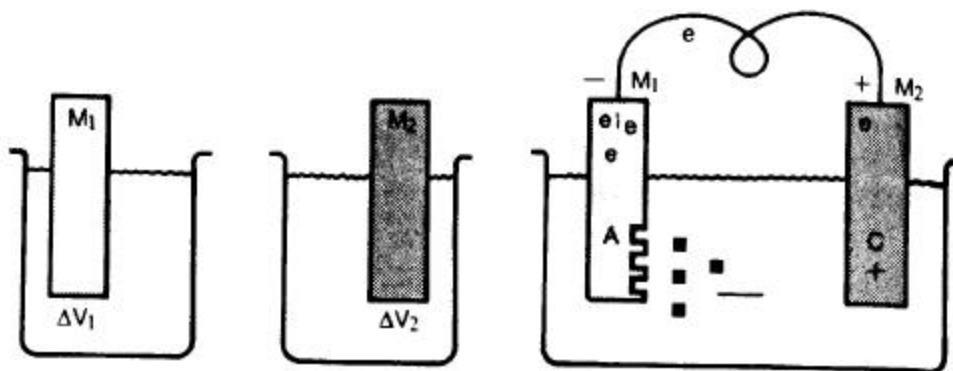

Fig. 2.101 - Pile galvanique produite par deux métaux reliés électriquement, en contact avec un électrolyte.
- Dans le cas d'un **couplage de deux matériaux en contact avec un même électrolyte**, il est important de connaître les potentiels que prennent les métaux, par rapport à une solution donnée, de façon à savoir quel est celui qui constitue la **cathode** et quel est celui qui est l'**anode** (Fig 2.101).